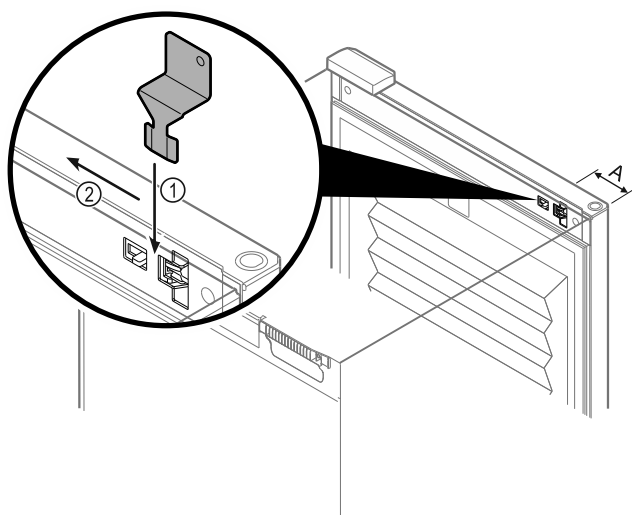

Fig. 133
- Placera nödupplåsningssnyckeln på det avsedda stället Fig. 133 (A)  $\approx$  100 mm.
- Stick in nödupplåsningssnyckeln ovanifrån mellan dörren och skåpet tills det tar stopp Fig. 133 (1).
- Dra nödupplåsningssnyckeln mot gångjärnssidan Fig. 133 (2).